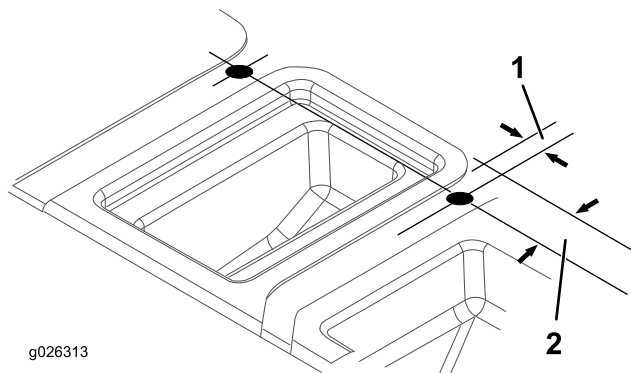

Figura 9
7. Utilizando as dimensões mostradas na Figura 9, localize, marque e faça 2 furos na parte superior do resguardo do banco.